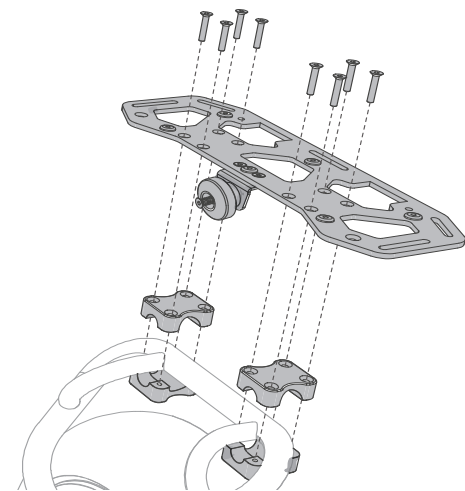

Abbildung 7. Montage von Cargo-Klammern und Cargo-Träger
- Bringen Sie die Cargo-Klammern wie gezeigt an der i2 SE Rahmenhalterung an. Die Klammern mit Innengewinde, sollten sich auf der Unterseite der i2 SE Rahmenhalterung befinden. Siehe **Abbildung 7**.
- Richten Sie den Cargo-Träger so aus, dass er sich mit den Cargo-Klammern deckt. Siehe **Abbildung 7**.